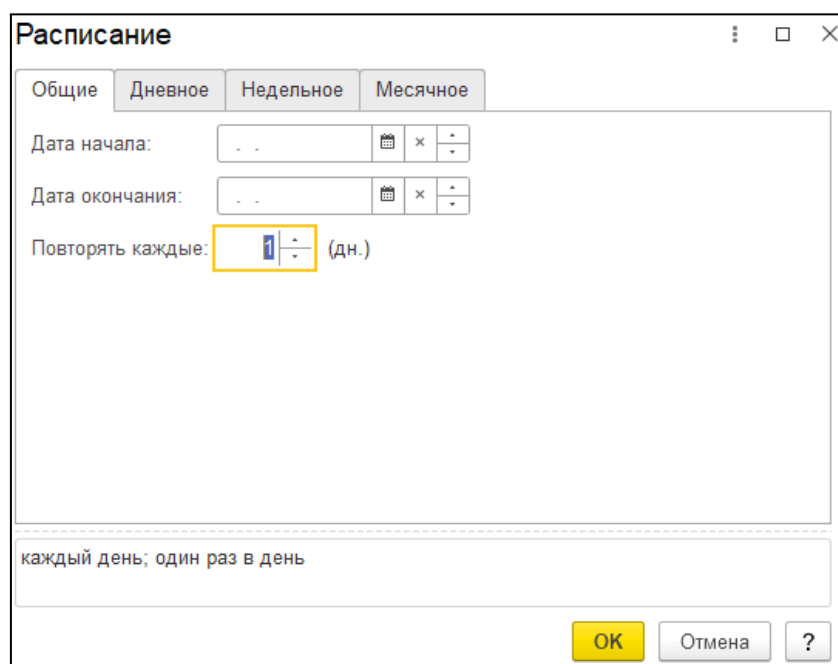

Рис. 95. Настройка расписания
- а. На вкладке «Общие» укажите «Повторять каждые» — 1 (рис. 95).